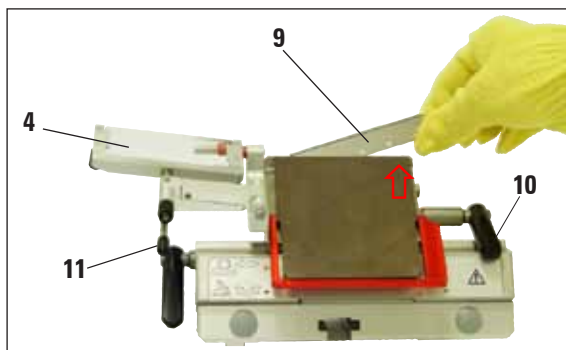

Fig. 3
1. Dobre o sistema anti-roll (4) para a esquerda – ao fazer isso, segure a alavanca (11) (não o parafuso de ajuste do sistema anti-roll), de modo que a altura do sistema anti-roll permaneça inalterada (Fig. 3).
2. Abra a alavanca de fixação (10) girando-a no sentido anti-horário (Fig. 3).
3. Insira cuidadosamente a lâmina (9) por cima e pelo lado entre a placa de pressão e a inserção para lâminas de perfil baixo. Certifique-se de que a lâmina seja inserida de forma que esteja centralizada uniformemente na borda (veja a seta vermelha na Fig. 3).